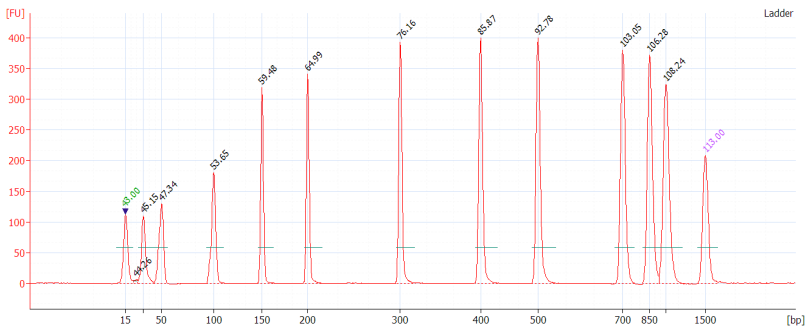

Figura 8: Electroferograma del Ladder (Bioanalyzer)
- Compruebe que el perfil del [Ladder Plot] (Diagrama de escalera) es similar a Figura 8 y contiene 13 picos, el más bajo a 15 pb y el más alto a 1.500 pb (estos son los marcadores que estarán en cada muestra) con una base de referencia fija (consulte la Figura 8).